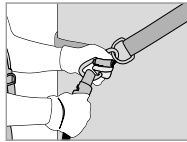
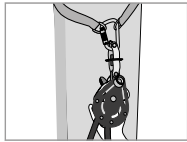

Fig 1
Fig 2
Først kobler du til koblingsstykket på svivelkroen til et av forankringspunktene (Fig. 1), og deretter koblingsstykket på spenningsmerket til det andre forankringspunktet (Fig. 2). Sjekk at begge koblingsstykkene er forsvarlig lukket OG at de er gått i lås. Åpne kammspaken (4) og hold den åpen ved å stramme til låseknappen litt (3). Sjekk at de 2 dekslene på strammeren (5 og 6) er